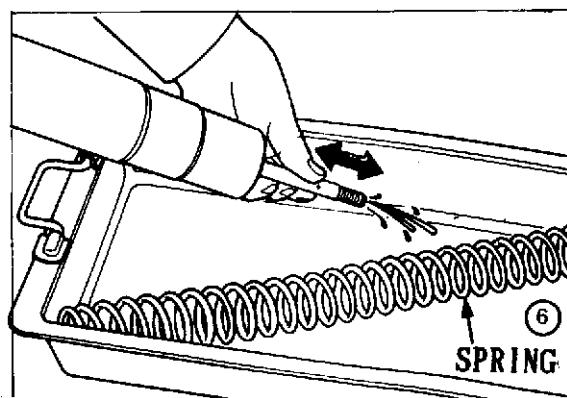

Fig. 3
- 6) Bein und inneren Stab 8-10 mal wechselweise bewegen, um Öl austreten zu lassen (Bild. 3).